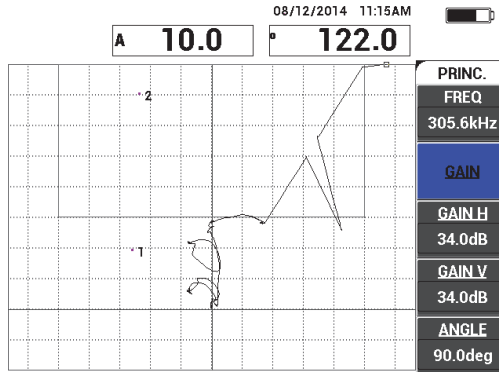

Figure 6-42 Gain réglé pour le point supérieur
11. Réglez le paramètre **GAIN** (touche B) pour régler le point supérieur à environ 90 % de la hauteur de l'écran (voir la Figure 6-42 à la page 165).